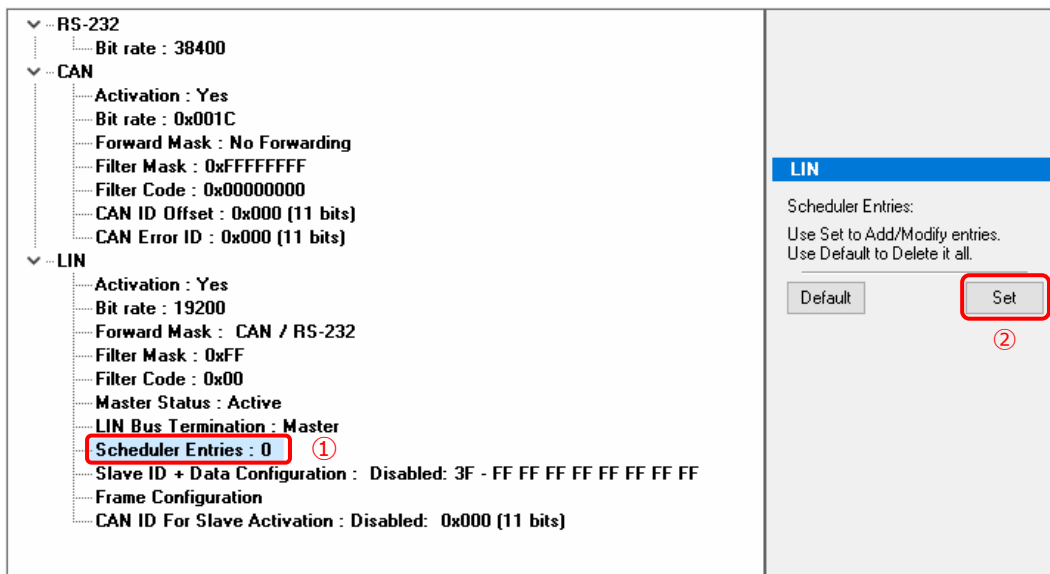

図 4.3-5
Scheduler Entries を選択し（図 4.3-5 ① 参照）、Set ボタンをクリックします（② 参照）。